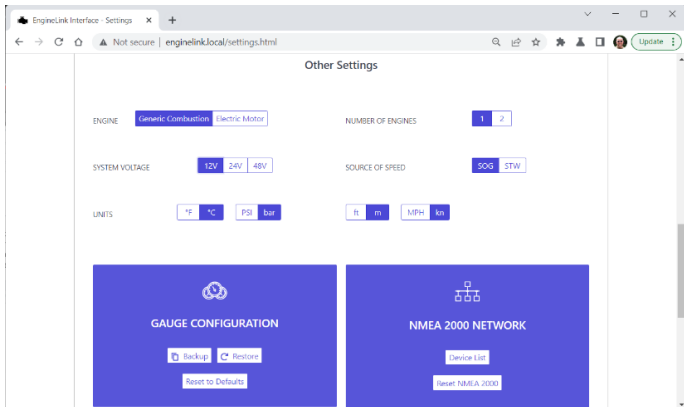

Abbildung 14
- Motor- und Geräteeinstellungen (Abb. 14)
Standardmäßig ist EngineLink für einen 1 x Verbrennungsmotor mit einem 12-V-DC-Stromsystem konfiguriert, das GPS SOG für die Geschwindigkeit verwendet und auf die Anzeige EU metrischer Einheiten eingestellt ist. Sie können diese Einstellungen leicht im Abschnitt Andere Einstellungen geändert werden, wie in Abb. 14 gezeigt.